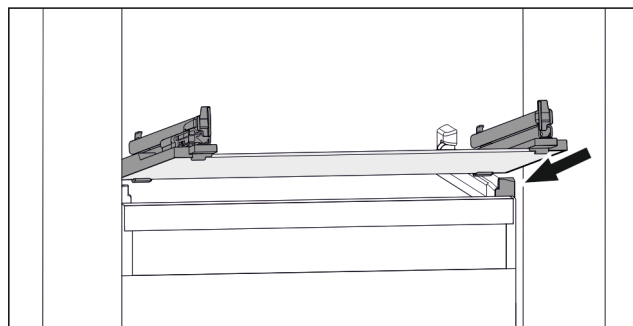

Fig. 138 Příklad znázornění skleněné desky
- ▶ Nasadte skleněnou desku šikmo za zarážku. (viz Fig. 138)